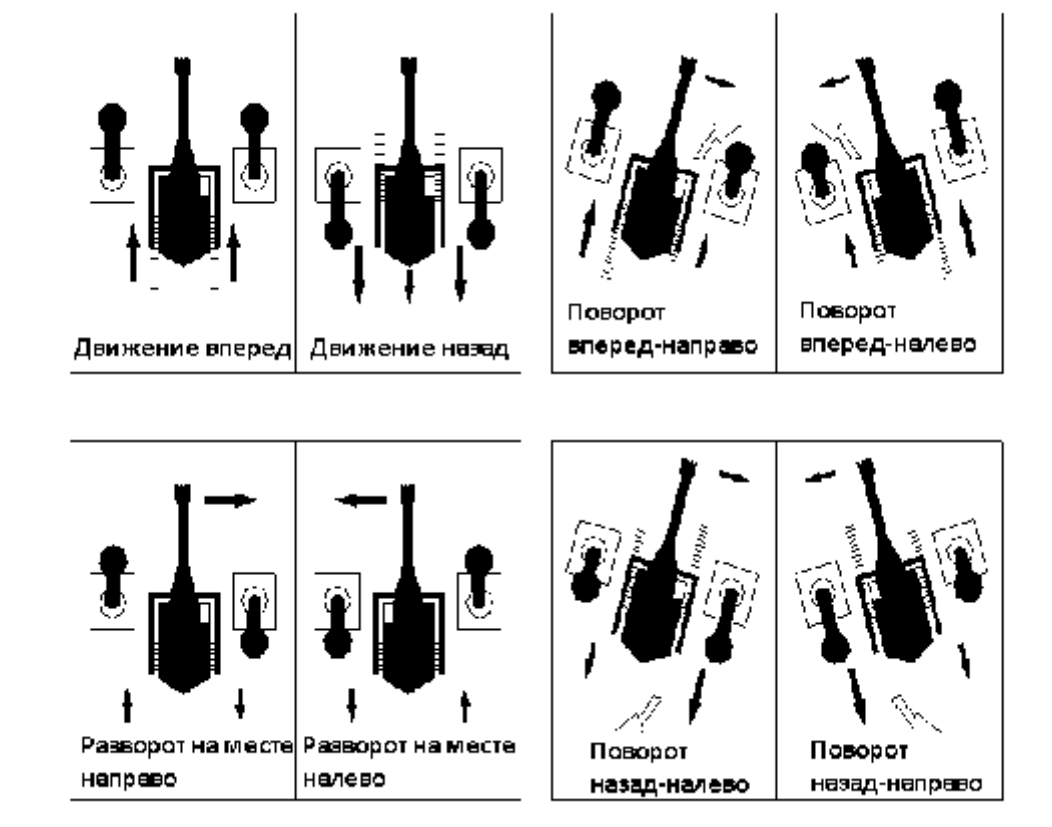

Рис. 7. Операции ходовых механизмов.
Предупреждение: перед тем, как начать движение или поворот, необходимо ослабить ходовые тормоза. При закрытых тормозах не допускается движение или разворот. Если пространство ограничено, возможен поворот на месте, см. рис. 7.
1) для движения вперед по прямой линии, нужно нажать оба рычага управления в направлении вперед (рис.7). Рычаги скорости и контроллера должны находиться на пропорциональном расстоянии от центра.
3) чтобы повернуть направо во время движения вперед, нужно нажать на левый рычаг управления. После завершения поворота, нужно привести правый рычаг с центральное положение. Для небольшого поворота, нужно левый рычаг отвести вперед, а правый рычаг отвести назад, машина повернет направо (см. рис.7).
2) для того, чтобы машина двигалась по прямой линии назад, необходимо отвести рычаги управления назад. Рычаги скорости и управления должны находиться на пропорциональном расстоянии от центра. В целях предотвращения напряжения гусеничного механизма и его последующего износа, нужно как можно реже использовать задний ход. Предупреждение: при движении назад нужно быть осторожным, чтобы кабель высокого напряжения не попал в гусеничный механизм. 3) чтобы повернуть направо во время движения вперед, нужно нажать на левый рычаг управления. После завершения поворота, нужно привести правый рычаг с центральное положение. Для небольшого поворота, нужно левый рычаг отвести вперед, а правый рычаг отвести назад, машина повернет направо (см. рис.7). Примечание: в исключительных случаях, если пространство ограничено, движение экскаватора вперед может осуществляться за счет правой и левой гусениц, также как и движение назад. На мягком грунте следует как можно реже использовать угол поворота 15°—20°, чтобы в гусеничном механизме не застревали грунт и камни. При угле поворота 15° или 20° возможно незначительное движение по прямой линии, но при этом необходима прочистка гусениц. При длительной работе на больших площадях, рекомендуется действовать следующим
5) чтобы повернуть вправо или влево при движении назад, рычаг управления должен быть приведен в положение, показанное на рис. 7. . В целях предотвращения напряжения гусеничного механизма и его последующего износа, нужно как можно реже использовать задний ход.